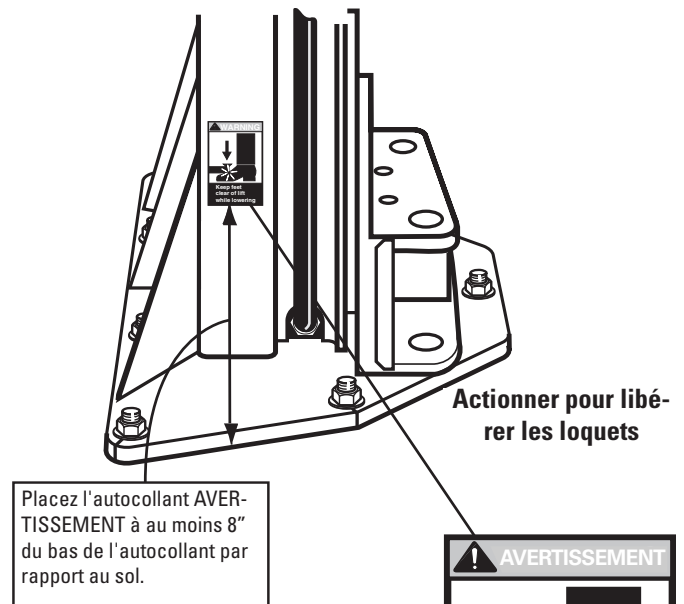

Fig. 23
24 Emplacement de l'étiquette de point de pincement : Installez les décalcomanies de points de pincement ci-joints. Placez l'autocollant (1) sur chaque colonne, Fig. 23.